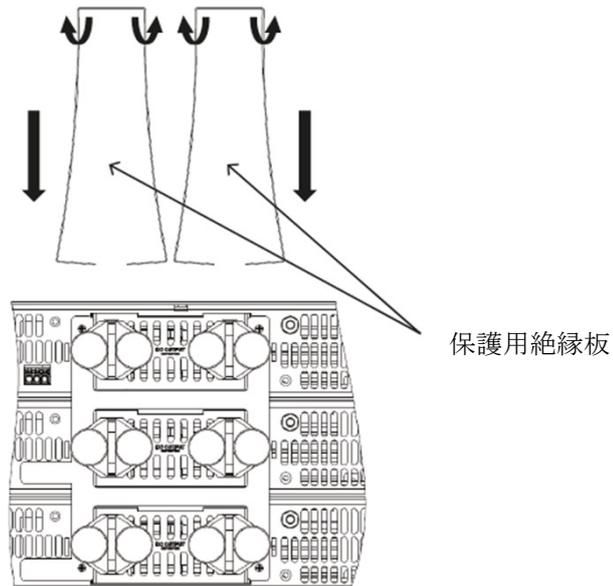

図4-40 保護用絶縁板の取付方法
4. 出力端子カバーを取り付ける前に+Vと-Vを絶縁するための保護用絶縁板を取り付けてください。保護用絶縁板はフレキシブルな形状をしており、底面側が開放されています。図4-40に示すようにこの開放箇所を開いてバスバーを覆うように取り付けてください。
(図4-40はGSP15kWの場合ですが、GSP10kWも同様です。)